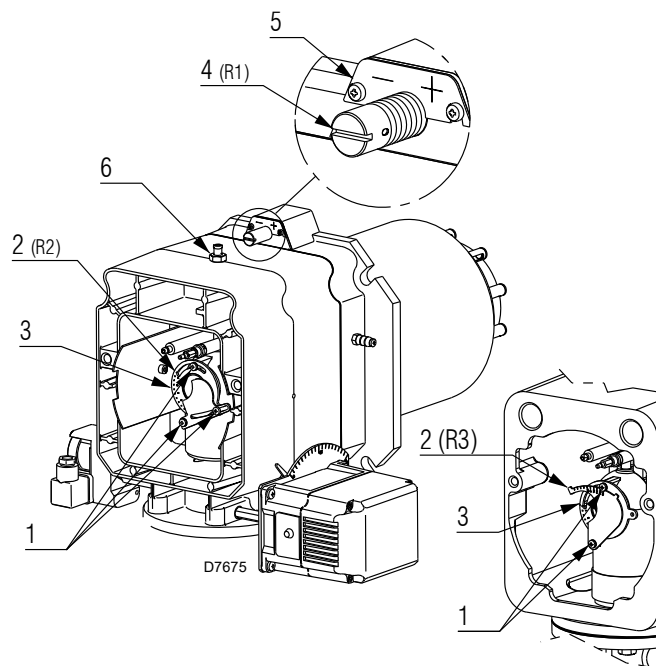

Abb. 17
- Drehen Sie die Schraube 4)(Abb. 17), bis die ermittelte Kerbe mit der Vorderfläche 5) des Flanschs übereinstimmt.
- Lockern Sie die 3 Schrauben 1)(Abb. 17) und drehen Sie den Stellungring 2) bis die gefundene Kerbe mit dem Index 3) übereinstimmt.
- Lockern Sie die 2 Schrauben 1)(Abb. 17) und drehen Sie den Stellungring 2) bis die gefundene Kerbe mit dem Schrauben 1) übereinstimmt.